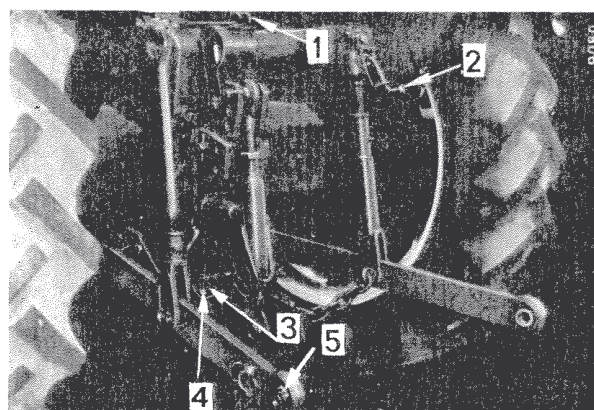

Fig. 23 - Attelage 3-points
L'attelage 3-points permet l'emploi des instruments de culture des catégories I et II. La transformation s'opère en échangeant les bagues des rotules des barres de traction et en modifiant les points d'attache d'extrémité avant des chaînes de sécurité. Les trous situés à l'intérieur servent pour des instruments de la catégorie I, alors que les trous extérieurs s'utilisent avec des instruments de la catégorie II. (3 et 4 Fig. 23).
Les bagues de rotule des instruments des catégories I et II diffèrent par leur largeur et par le diamètre de leur alésage. Pour faire l'échange, il est nécessaire d'enlever l'étrier-ressort (5) Fig. 23. Au remontage, les étriers doivent s'engager complètement dans les rainures des bagues pour assurer une fixation convenable.